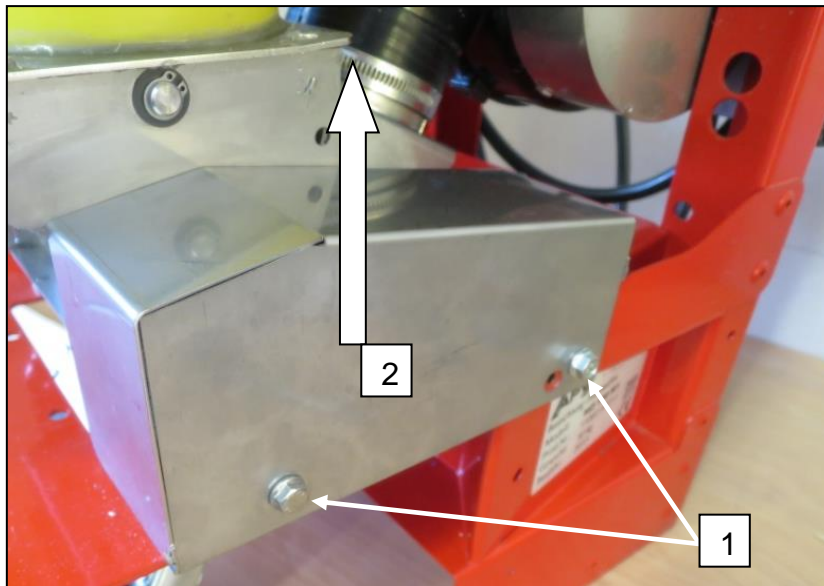

Abb.: 65
- Zum Abnehmen des Säwellenmotordeckels lösen Sie die beiden in Abb.: 65 gekennzeichneten Schrauben **1** und ziehen Sie den Deckel nach oben hin weg **2**.